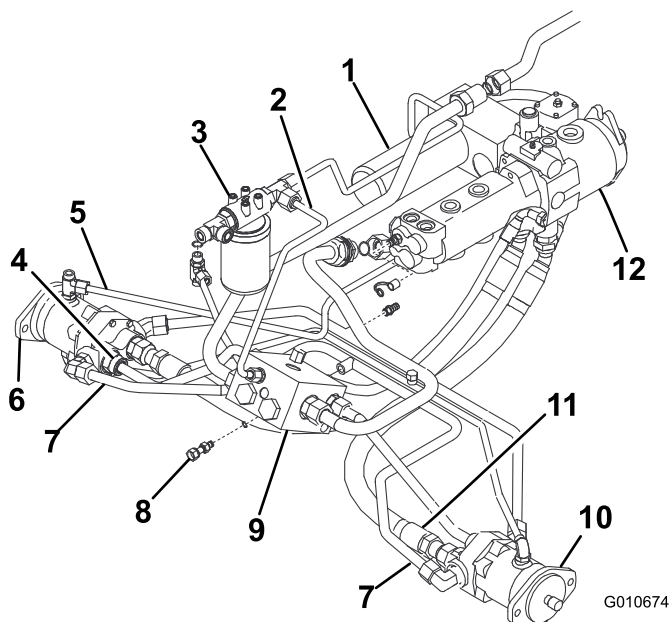

Figura 3
- Rimuovete e scartate il flessibile idraulico che va dal gruppo pompa idraulica al raccordo del motorino della ruota anteriore sinistra (Figura 3, riferimento 11).
9. Rimuovete e scartate il tubo idraulico che va dal collettore 4WD al motorino della ruota anteriore destra (Figura 3, riferimento 4).